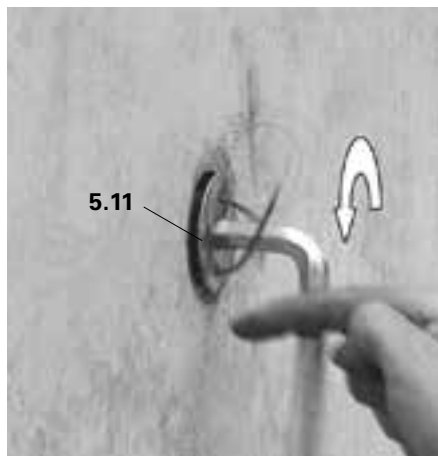

Fig. B1.16
2. Con la brugola Ch 14, rimuovere la piastra di predisposizione M24 (5.11) dal cono. (Fig. B1.16)